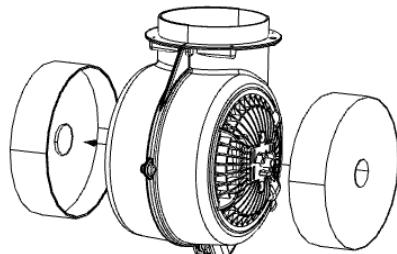

Fig. 13
### Utskifting av kullfilter (Fig.13)
3. Fjern kullfiltrene i ventilatoren som står på begge sider av motoren (Fig.13), ved å skru dem mot klokken.